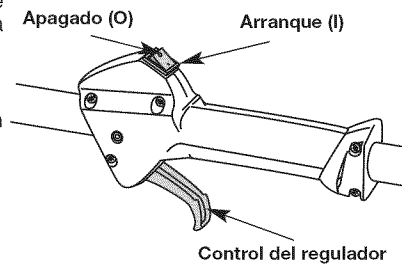

Fig. 10
NOTA: No hay necesidad de arrancar la unidad. El control de Encendido/Apagado está en la posición ENCENDIDO (I) en todo momento (Fig. 10).
2. Coloque el control de encendido y apagado en posición de APAGADO (O) (Fig. 10).
- Coloque el control de encendido y apagado en posición de APAGADO (O) (Fig. 10).